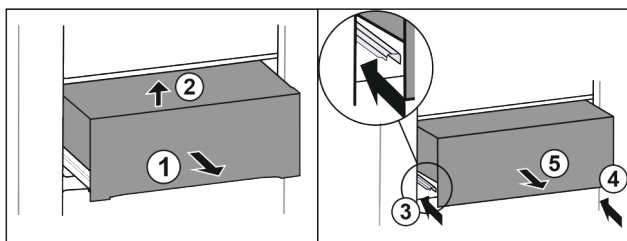

Fig. 40
- ▶ Вытяните выдвижной ящик наполовину. Fig. 40 (1)
- ▶ Приподнимите выдвижной ящик спереди. Fig. 40 (2)
- ▶ Вставьте левую направляющую. Fig. 40 (3)
- ▶ Вставьте правую направляющую. Fig. 40 (4)
- ▶ Извлеките выдвижной ящик движением вперед. Fig. 40 (5)